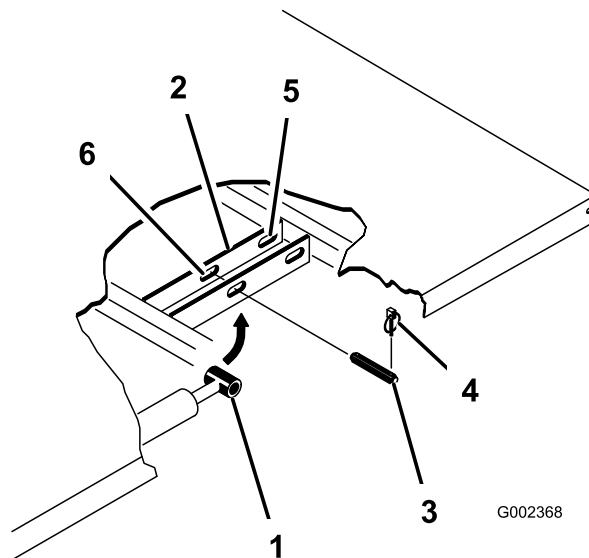

图 3
4. 从油缸杆柱销的外端取下保险销 图 3。
5. 向机器中线方向推动柱销卸下将油缸杆端固定到货斗安装板上的柱销 图 3。